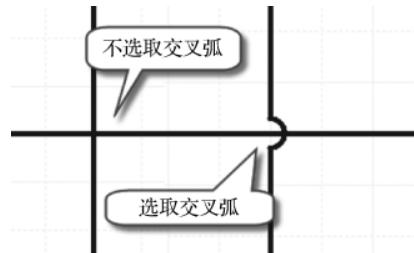

图 2-24 交叉弧的选取
- (5) 显示 Cross-Overs（显示交叉弧）：开启此项设置之后，两条没有电气性能的导线交叉时，会以圆弧形方式显示，如图 2-24 所示。一般推荐此项不勾选。